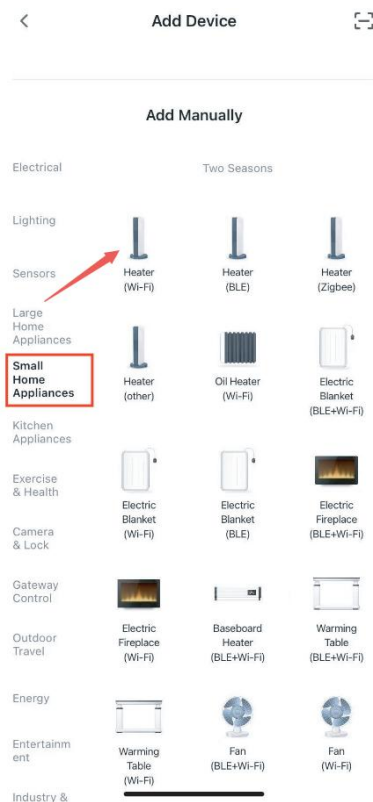

Imagen A-2
2. Elige “Calefactor”, como se muestra en la imagen A-2.